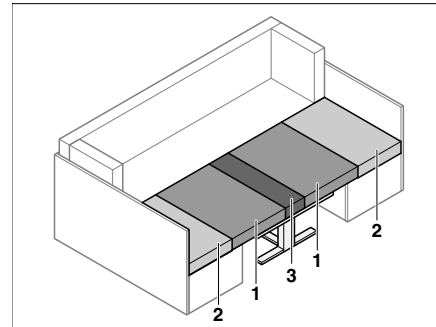

Fig. 65 Après la transformation
- Retirer les coussins de dossier (Fig. 65,2).
- Tirer les coussins d'assise (Fig. 65,1) vers le centre.
- Placer les coussins de dossier (Fig. 65,2) entre les coussins d'assise (Fig. 65,1) et la paroi extérieure.
- Placer le coussin supplémentaire (Fig. 65,3) entre les coussins d'assise (Fig. 65,1) sur la table.